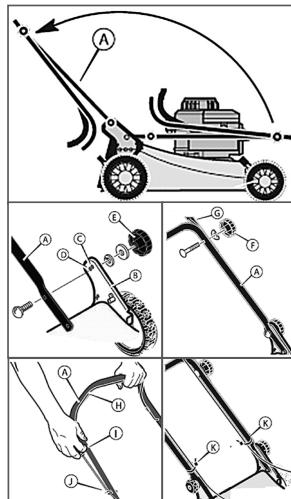

Рис. 3 Сборка газонокосилки
- Установите нижнюю часть А рукоятки в рабочее положение (Рис. 3).
- В скобе рукоятки (В) имеются два крепежных отверстия (Рис. 3). Используйте отверстие (С) для крепления рукоятки в верхнем положении. Используйте отверстие (D) для крепления рукоятки в нижнем положении.
- Закрепите отверстие в любом из отверстий (С) или (D), в соответствии с рисунком. Закрутите зажимы (Е) до фиксации нижней части рукоятки.
- Снимите зажимы (F) и крепежные элементы с нижней рукоятки (A). Установите верхнюю рукоятку (G) в рабочее положение. Затягивайте зажимы (F) до фиксации верхней и нижней рукояток в соответствующих положениях.
- Для установки троса ручного стартера, сначала необходимо задействовать рычаг остановки двигателя (H). Медленно потяните рукоятку ручного стартера (I) и заправьте трос ручного стартера в направляющую (J).
- Закрепите тросы на рукоятке, при помощи держателей (K). Рис. 3 Сборка газонокосилки